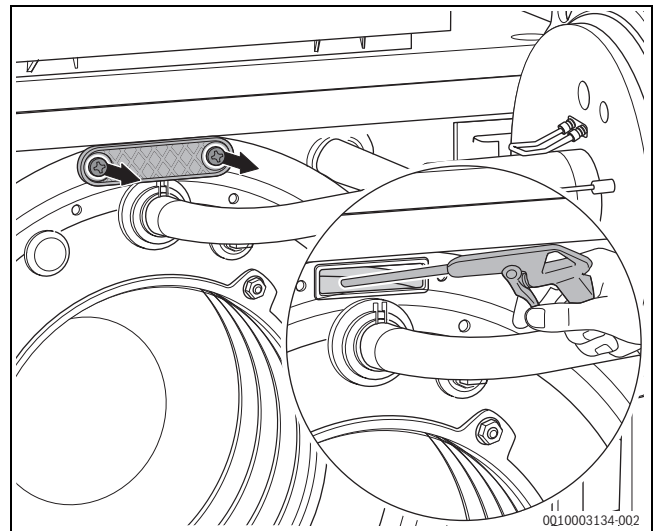

Bild 82 Wärmetauscher mit Sprühlanze reinigen
- ▶ Lose Partikel mit Wasser (z. B. Sprühlanze; Zubehör) aus dem Feuerraum und dem Abgasmantel spülen (→ Bild 82).